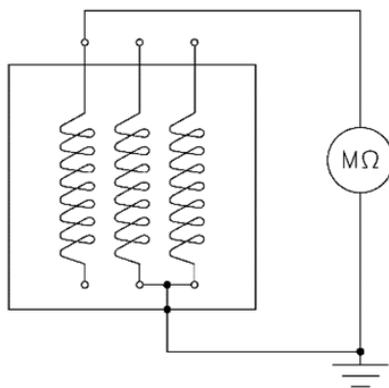

Рисунок 5-1
- **Главный статор:** сопротивление изоляции измеряется путем отсоединения соединений от регуляторов (регуляторов напряжения и других устройств) или от любого другого устройства на агрегате. Измерение выполняется между фазой и землей; при этом две другие фазы также подсоединены к земле вместе со вспомогательными устройствами (операция повторяется для всех трех фаз). См. Рис. 5-1 "Измерение сопротивления изоляции обмотки статора".